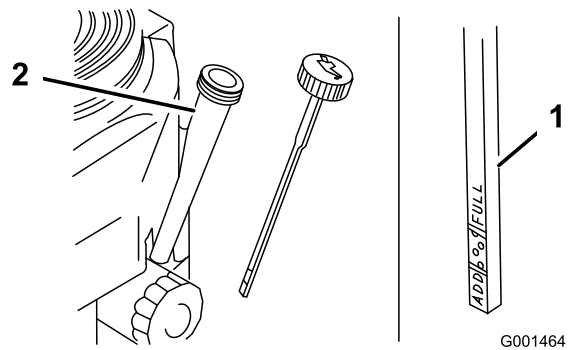

Figura 21
5. Desenrosque la varilla de aceite y limpie el extremo (Figura 21).
6. Deslice la varilla a fondo en el tubo de llenado, pero no la enrosque en el tubo (Figura 21).
4. Limpie alrededor de la varilla de aceite (Figura 21) para impedir que caiga suciedad por el orificio de llenado y cause daños en el motor.
- Vierta lentamente un 80% aproximadamente de la cantidad especificada de aceite por el tubo de llenado (Figura 21).